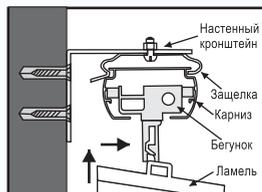

рис.3
2. Подвесьте ламели на ламеледержатели к бегункам (рис.3). Во избежание нарушения общего рисунка жалюзи, при развеске необходимо закреплять ламели на карниз в той же последовательности, в которой они уложены в рулоне.